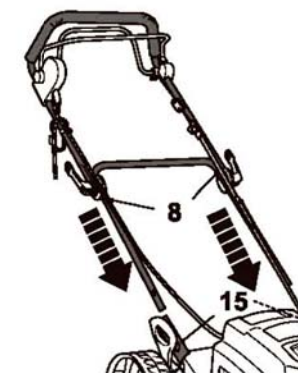

Fig. 2
5. Aligner la poignée inférieure (8) sur le support. S'assurer que les trous de la poignée inférieure sont alignés sur ceux du point de fixation de la poignée (15) (Fig. 2).